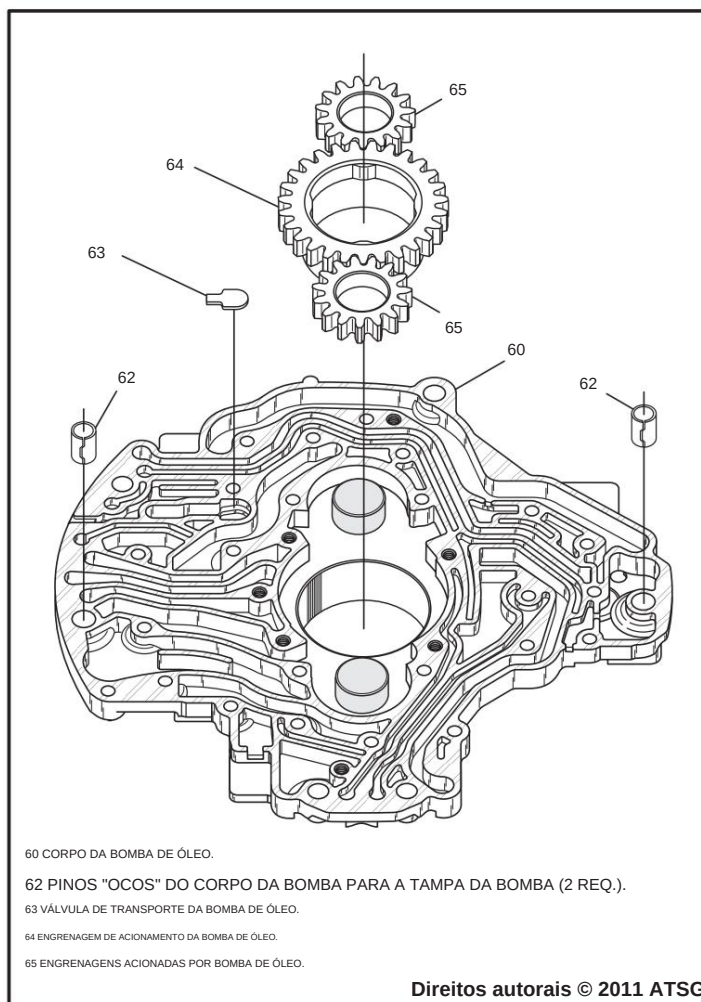

Figura 113
8. Instale os pinos de alinhamento no corpo da bomba de óleo, se fossem removidos, conforme mostrado na Figura 113.
9. Mergulhe todas as 3 engrenagens da bomba no Mopar® +4 fluido e instalá-los em seus locais **originais**, mostrado na Figura 113.
10. Instale a válvula de transporte no corpo da bomba de óleo no local mostrado na Figura 113.